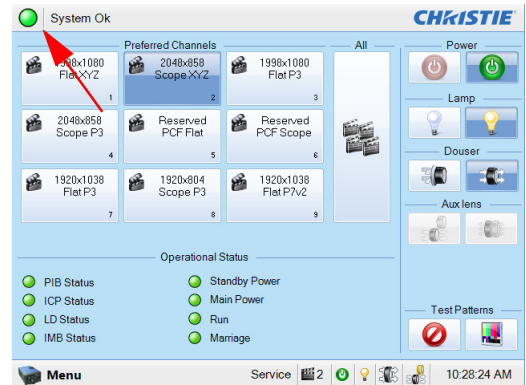

図 5-3 TPC LED
2. インターロック故障を点検します。TPC 上のMain（メイン）パネルで、左上隅のLED をクリックして、ステータス ウィンドウを開きます。(図 5-3)。あるいは、Menu（メニュー）ボタンをクリックして、Status（ステータス）を選択します。Status（ステータス）ウィンドウが開いたところで、Interlocks（インターロック）をクリックします。故障が表示されている場合は、ランプが点灯する前にインターロックが解除される必要があります。